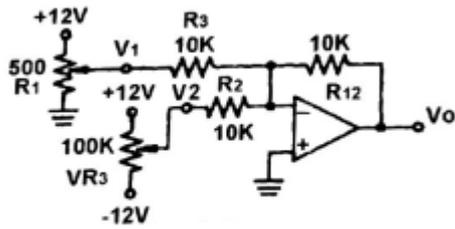

Fig 15-15
1. Insérez le clip de raccordement en vous référant à la figure 15-15 et au schéma de raccordement de clip 23013-block b.6.
3. Aidez-vous du voltmètre ou de l'oscilloscope (DC) pour mesurer la tension à la borne de sortie (OUT) relative à V1 et V2.